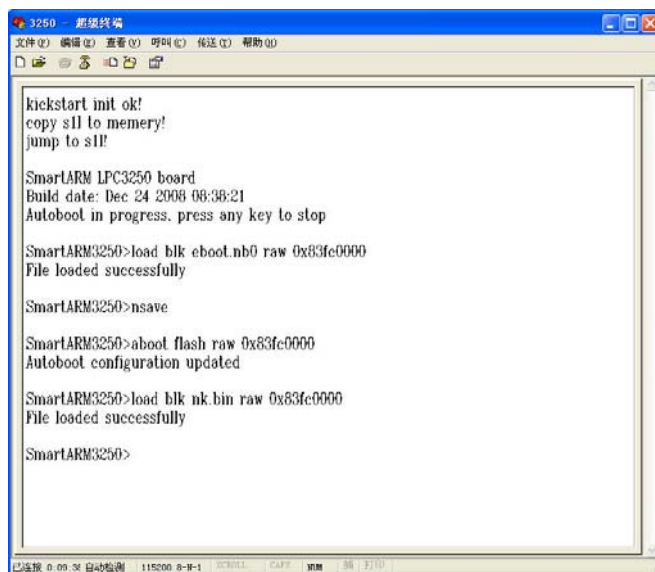

图 3.5 加载 NK.bin 到 SDRAM
2. 将光盘中 NK.bin 拷贝到 SD 卡中，将 SD 卡插入 SmartARM3250 的 SD 卡卡座。然后在超级终端中输入命令：load blk nk.bin raw 0x83fc0000，回车。将 NK.bin 加载到 SDRAM 中，这可能需要等待 20s 左右，如图 3.5 所示。